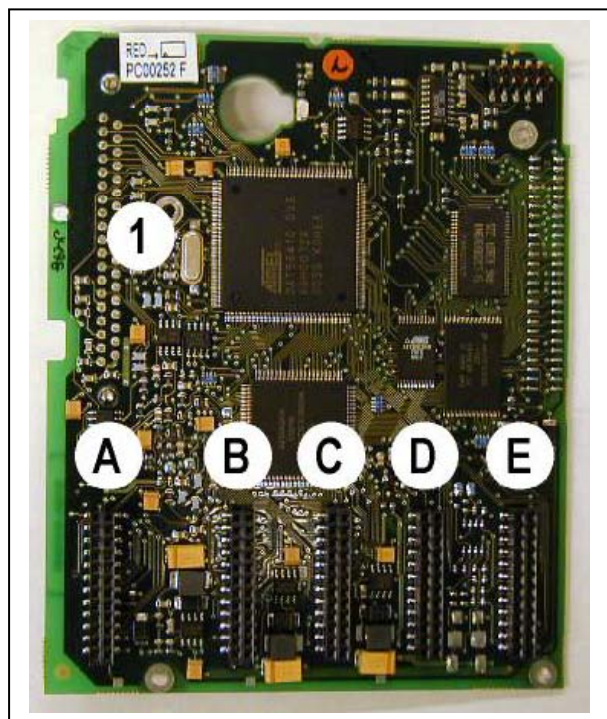

Figura 6-23. Scheda di controllo NX
L'unità di controllo dell'inverter si compone in sintesi di una scheda di controllo e di schede aggiuntive (si vedano le Figura 6-23 e Figura 6-24) collegate ai connettori dei cinque *spazi* (da A a E) della scheda di controllo. La scheda di controllo è collegata all'unità di potenza tramite un connettore D (1) o cavi di fibra ottica (FR9).